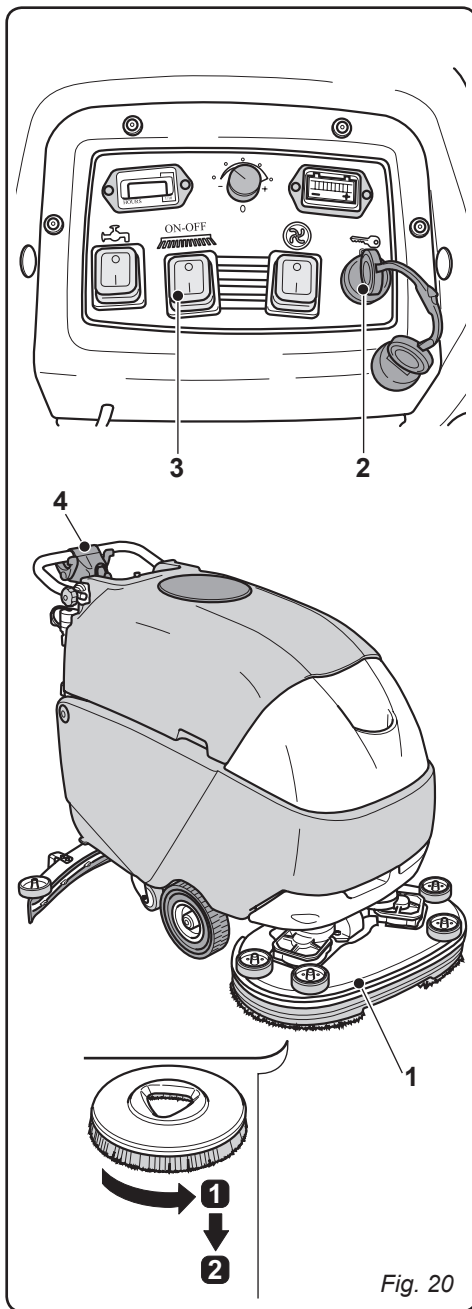

Fig. 20
10.1.e - Sustitución del cepillo (Fig. 20)